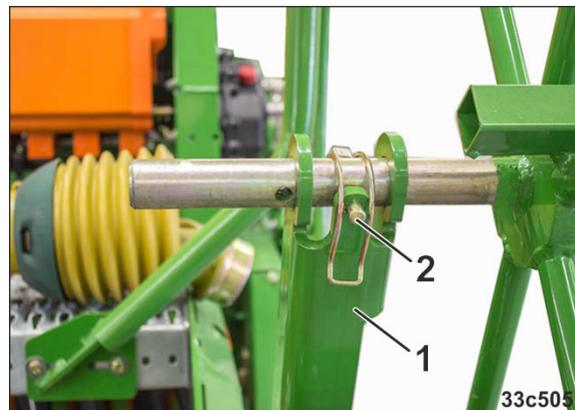

Fig. 145
1. Das Spornrad aus der Transporthalterung (Fig. 145/1) herausziehen. Das Spornrad ist mit einem Klapstecker (Fig. 145/2) gesichert.